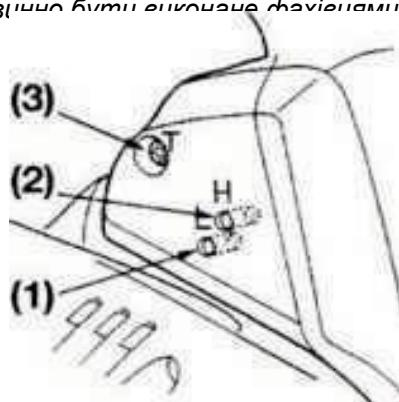

Рис.7
Усі необхідні регулювання бензопили проводяться на заводі. За допомогою основних гвинтів жиклерів L,H (1; 2 - рис.7) карбюратора встановлюється оптимальна потужність, розгинна здатність та стало число холостих обертів двигуна. Під час реальних умов експлуатації може знадобитися деяке додаткове регулювання.
1. Якщо двигун зупиняється на холостих обертах, то необхідно закручувати гвинт "Т" (3 - рис.7) за годинниковою стрілкою, поки ланцюг не почне рухатися.